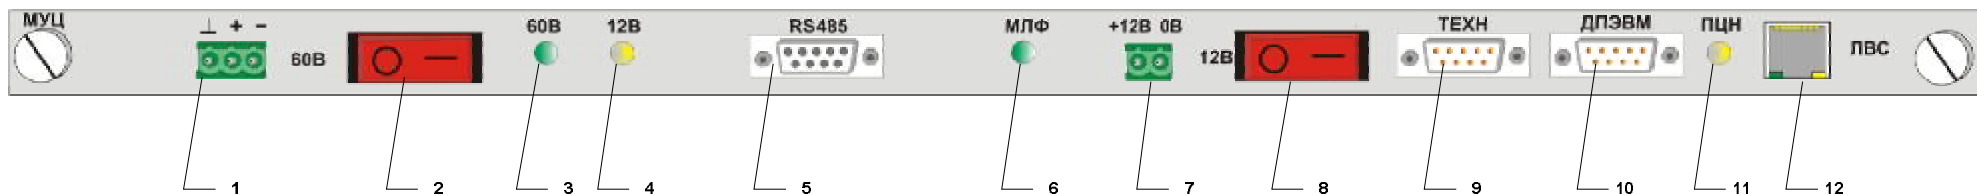

Рисунок 3. МУЦ – органы индикации, управления и коммутации.
1.5.1 На лицевой панели МУЦ (рисунок 3) расположены: